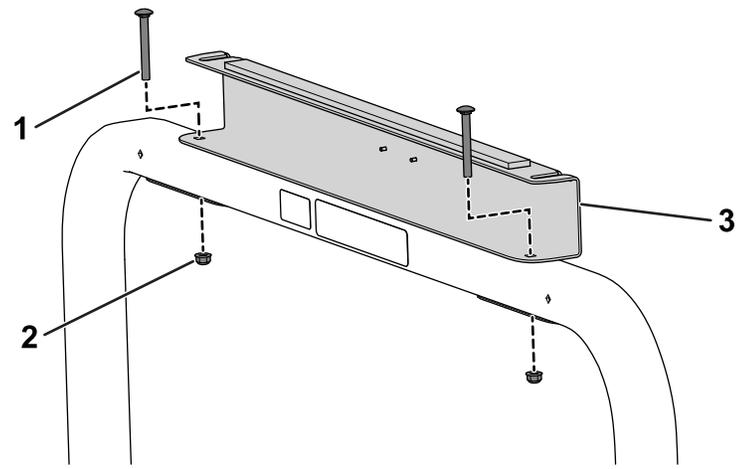

Figure 27
5. Avec 2 boulons de carrosserie (5/16" x 2¾") et 2 écrous à embase (5/16"), fixez le support arrière de l'abri et la grille arrière à l'arceau de sécurité (Figure 27).